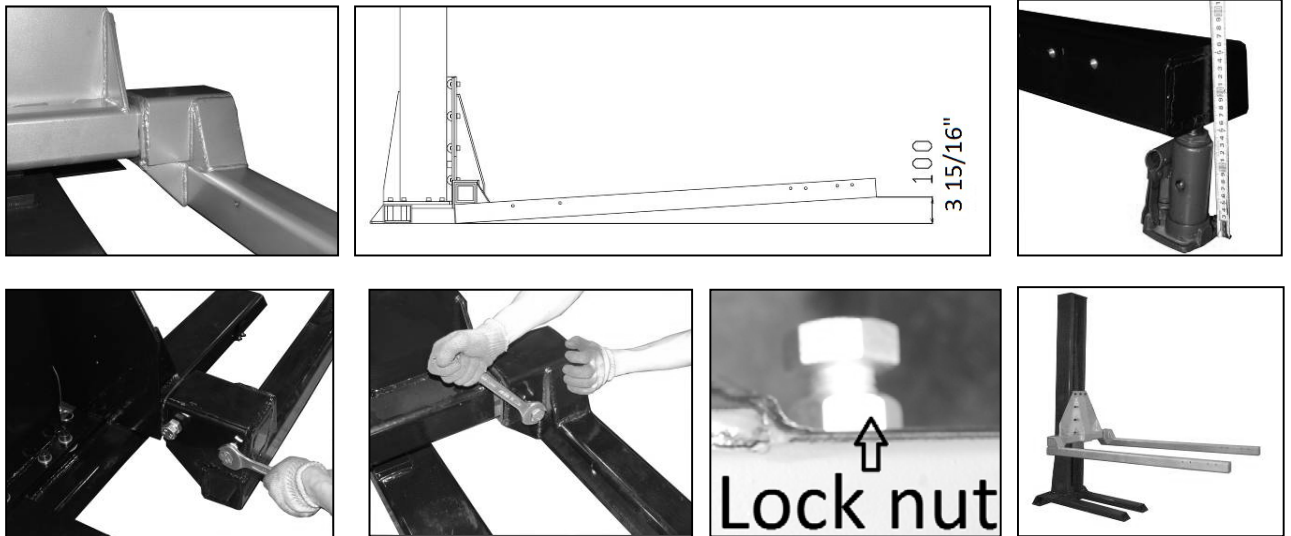

Figure : 9-A, B, C, D, E, F, G Mise en place des bras
- 10) Positionnez ensuite les deux bras sur le cadre de l'élévateur (fig. 9-A). Pour que les plates-formes deviennent horizontales lorsque des voitures y sont garées, vous devez pré régler les bras comme suit :
Soulevez d'abord les extrémités arrière des bras à l'aide d'un cric à 100 mm (fig. 9-B, C). Serrez ensuite les deux vis à l'arrière et la vis avant (fig. 9-D & E). Serrez ensuite l'écrou dans la bonne position.